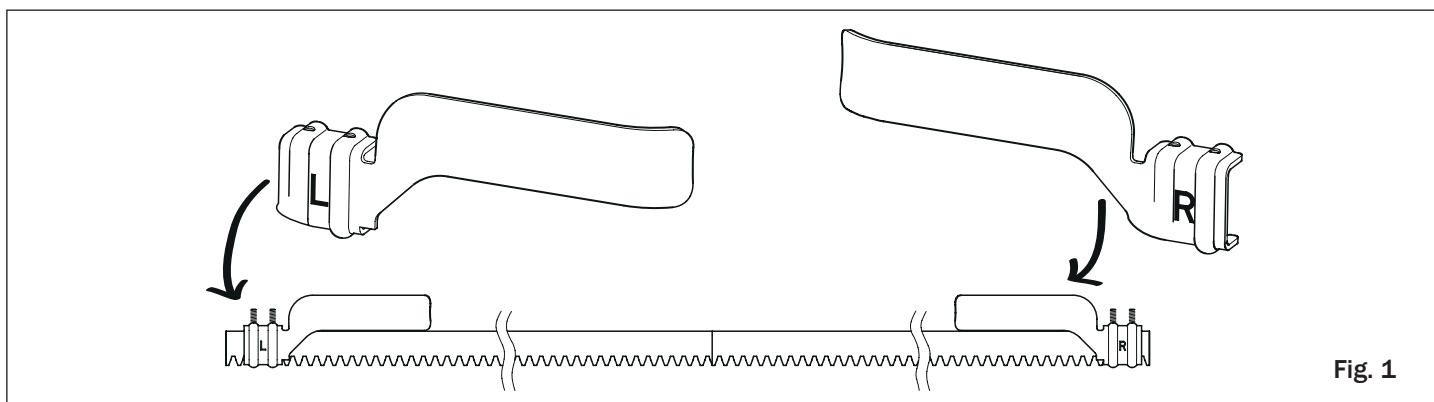

Fig. 1
- Si les fins de course sont de type mécanique : R = DROIT ; L = GAUCHE (fig. 1).
- Si los finales de carrera son de tipo mecánico: R = DERECHO; L = IZQUIERDO (fig. 1).
- Se os fins de curso forem de tipo mecânico: R = DIREITO; L = ESQUERDO (fig. 1).